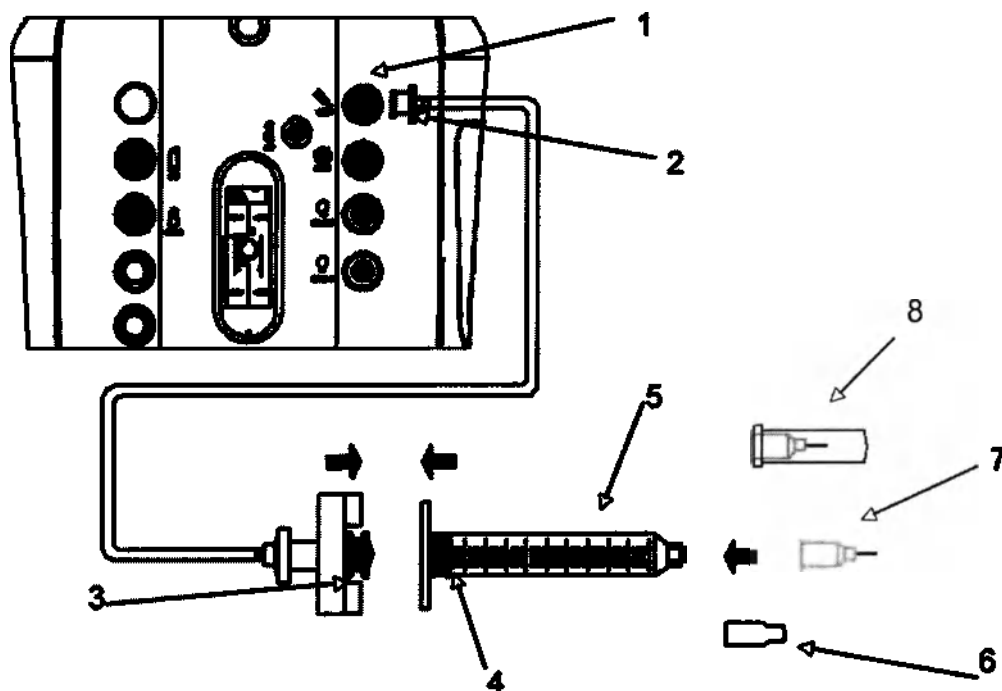

рис. 4.18. Настройка введения вязкой жидкости.
3. Подсоедините муфту шприца, соединенную с трубопроводом для вязкой жидкости, к шприцу, заполненному силиконовым маслом. Поверните муфту, чтобы надежно прикрепить ее к шприцу (см. рис. 4.18).